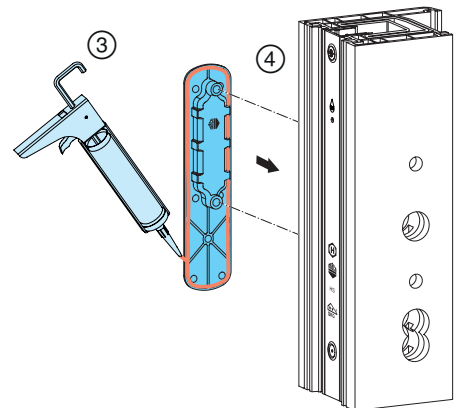

Abb. 44
- ③ Muschelgriff mit Silikon umlaufend abdichten und ④ in Flügelausfräsung positionieren; **Abb. 44.**